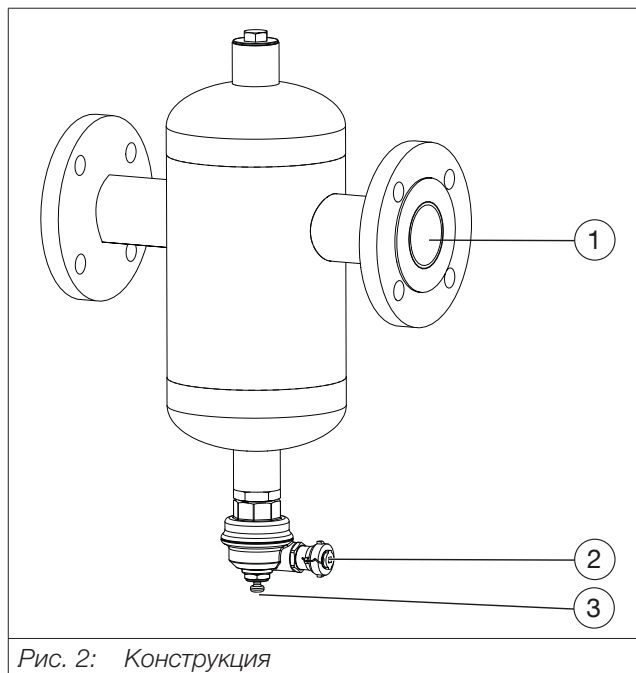
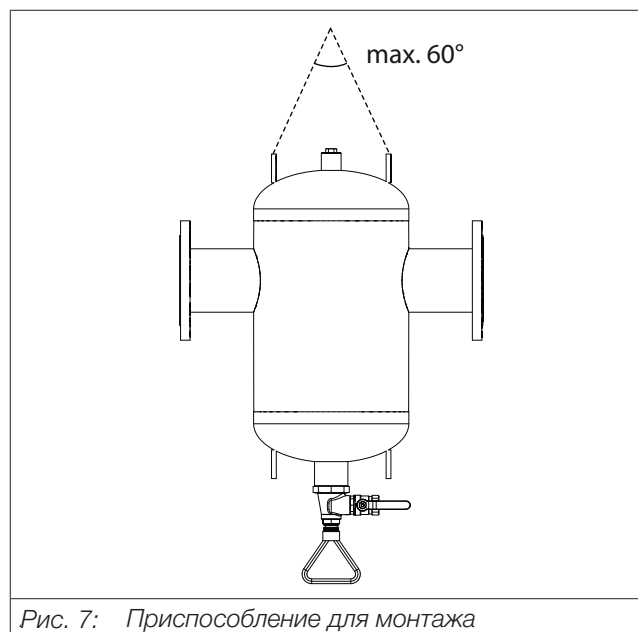

Рис. 2: Конструкция
Рис. 7: Приспособление для монтажа
- Проушины служат только в качестве приспособления для подъема при монтаже (см. рис. 2 и рис. 7).